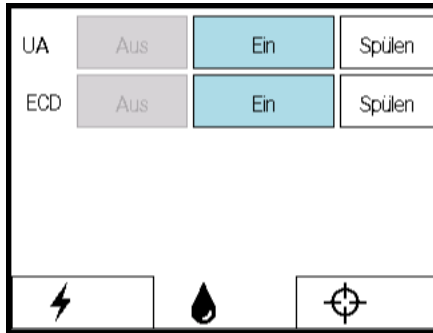

Abbildung 27: PSIB-Anzeige – Registerkarte „Flüssigkeitskreislauf“
- Wählen Sie in der PSIB-Anzeige die Registerkarte **Flüssigkeitskreislauf** (Abbildung 27) aus, und spülen Sie die UA- und ECD-Pumpen. Sie können dies auch vom TDC aus tun, indem Sie neben dem Quadranten des Flüssigkeitskreislaufs (FC) auf **SPÜLEN** drücken (Abbildung 28). Der Druck im UA- und ECD-Flüssigkeitskreislauf (wie auf der TDC-Softwareschnittstelle dargestellt) kann schwanken, wenn Luft aus den UA-Leitungen gespült wird. UA und ECD lassen sich gleichzeitig spülen. Das Spülen dauert etwa zwei Minuten.